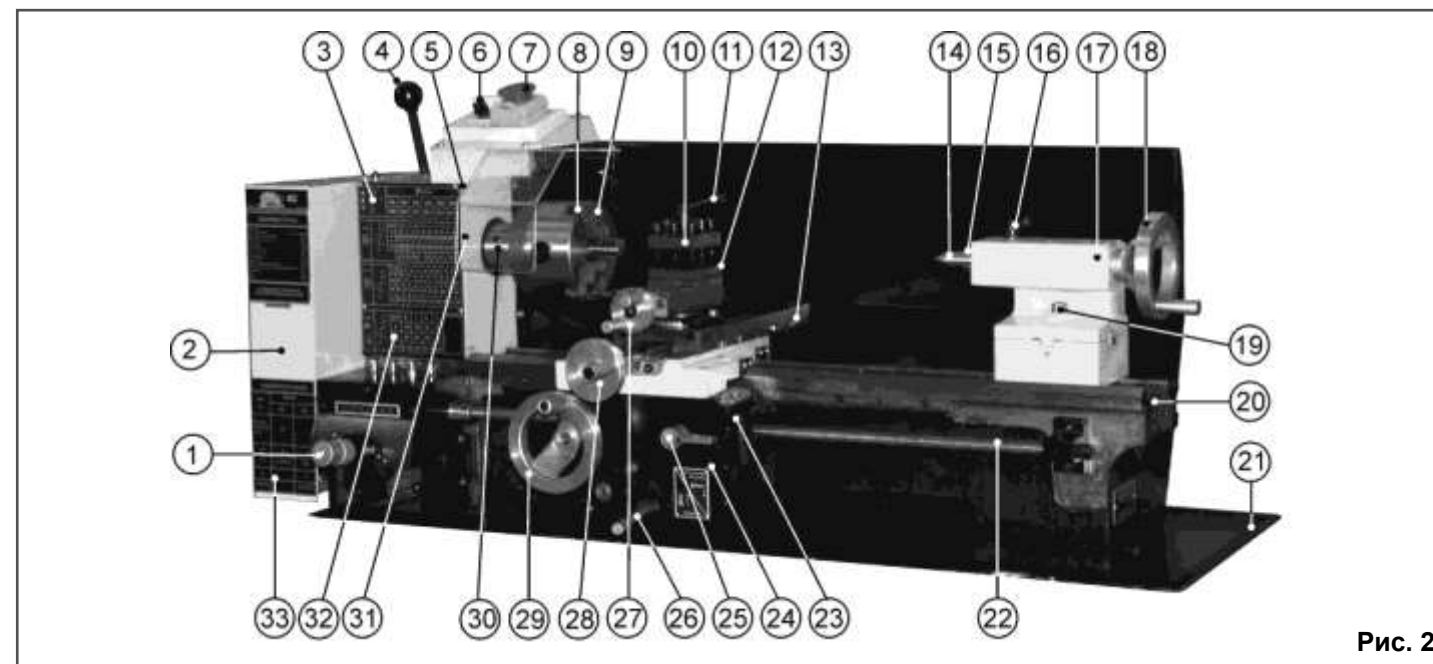

Рис. 2
**7.1. Станок состоит из следующих сборочных единиц и деталей (рис. 2)**
8.4. Установите пластиковую ручку (Ж) с осью ручки (Е), Рис.1, на маховик подачи поперечного суппорта (28), Рис. 2.
8.6. В конус пиноли (15) задней бабки (17) вставьте центр Морзе №2 (14), Рис. 2.
8.7. Установите ручку (Т), Рис. 1, на рычаг переключения скорости автоматической подачи (1), как показано на Рис. 2.
8.8. На ручку (Т), Рис. 1, рычага переключения скорости автоматической подачи (1), Рис. 2, накрутите колпачковую гайку (Ф), Рис. 1, как показано на Рис. 2.
8.9. Установите ручку (Р), Рис. 1, на рычаг натяжения ремня (4), как показано на Рис. 2.